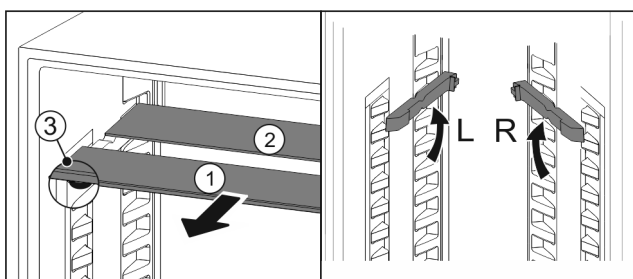

Fig. 81
- ▶ Wyciągnąć Fig. 81 (1) pojedynczo półki szklane do przodu.
- ▷ Płyta szklana Fig. 81 (1) z listwą ozdobną znajduje się z przodu.
- ▷ Stopery Fig. 81 (3) wskazują w dół.